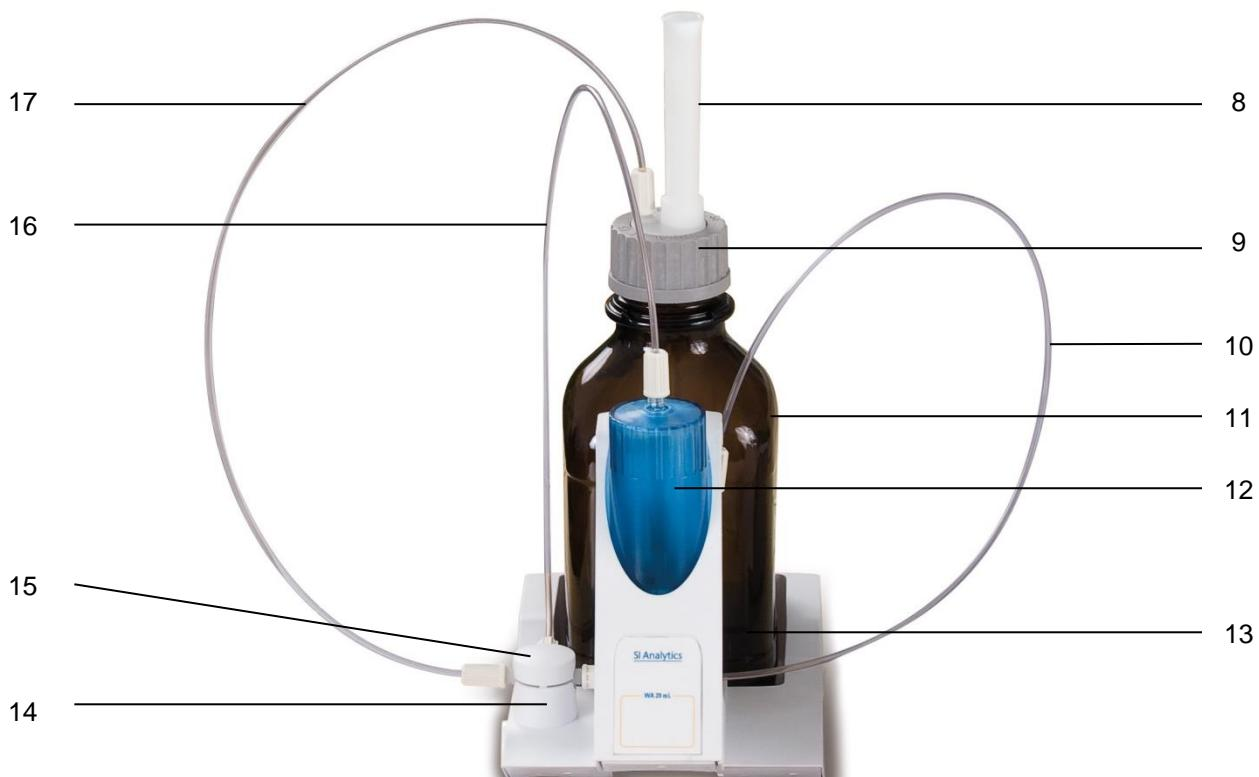

Fig. 9
La Fig. 9 muestra una unidad de intercambio completamente montada.
2. Tapar la válvula con la tapa, encajándola como se ve en la figura (Fig. 9).